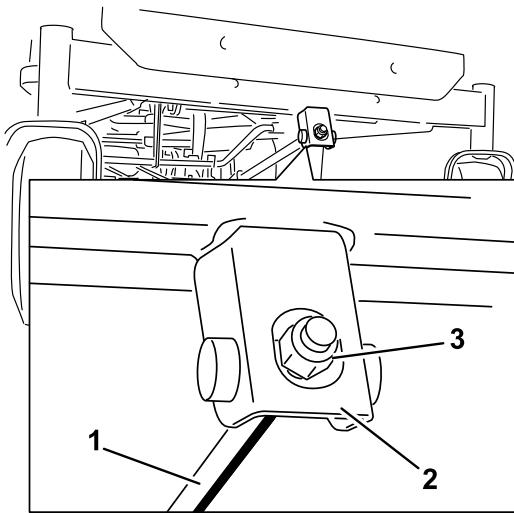

Figura 72
6. Per regolare l'inclinazione longitudinale della lama, ruotate il dado di regolazione nella parte anteriore del tosaerba (Figura 72).
- Alzate la parte posteriore del piatto di taglio e guidate i supporti di sospensione lungo l'asta di sollevamento posteriore (Figura 72).
- Montate l'asta di sostegno anteriore sul piatto di taglio con il perno con testa e la coppiglia a forcina (Figura 72).